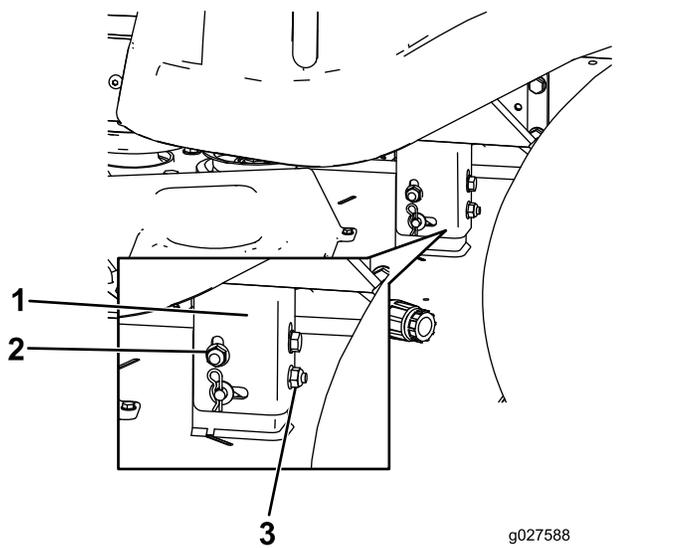

Figura 59
8. Eleve o baje el lado izquierdo de la carcasa de corte girando la tuerca de bloqueo trasera (Figura 59).
Nota: Gire la tuerca de bloqueo trasera en sentido horario para elevar la carcasa de corte; gire la tuerca de bloqueo trasera en sentido antihorario para bajar la carcasa de corte (Figura 59).